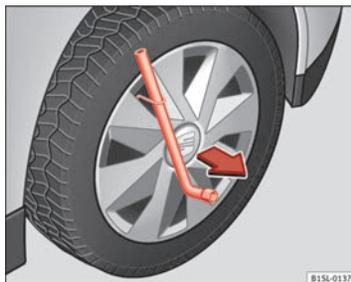

Fig. 134 Desmontar el tapacubos integral.
- Introduzca la llave para las ruedas en el gancho de alambre ⇒ fig. 134 y tire del tapacubos en el sentido que indica la flecha.